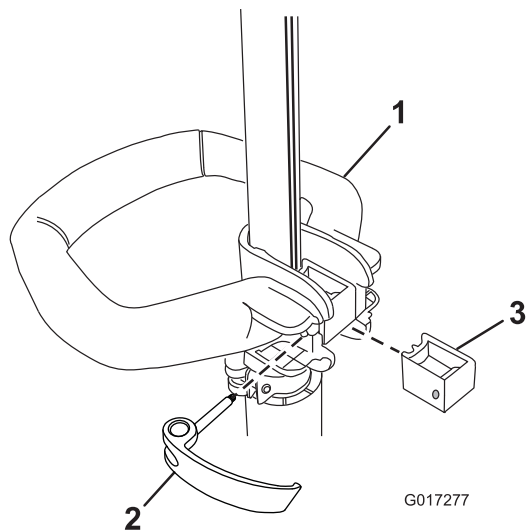

**Figure 3**
- Coupez le serre-câble et enlevez-la de la poignée d'actionnement (Figure 3).